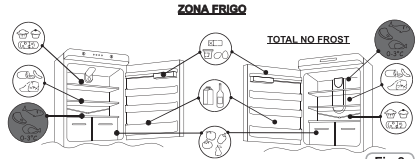

Fig. 8
• Para manter o melhor sabor, nutrição e frescura dos alimentos, é aconselhável armazená-los no compartimento do frigorífico, como mostrado na FIG. 8, certificando-se que todos estão envolvidos em folha de alumínio, película plástica ou dentro de recipientes adequados bem fechados, para evitar a contaminação cruzada.